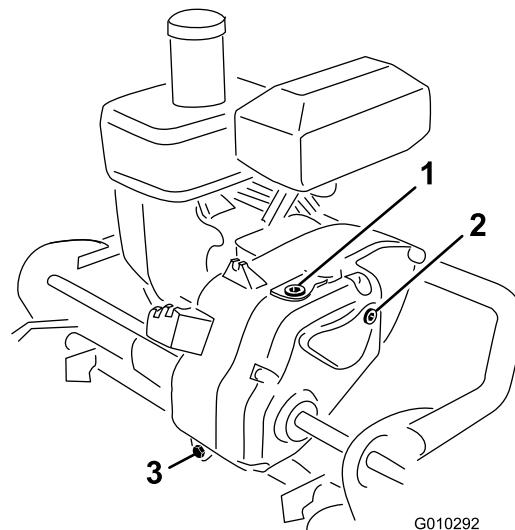

図 28
2. トランスミッション右側にある点検プラグ(図 28)を抜き取る。穴の位置までオイルがあればよい。不足であればトランスミッションの上部にある補給プラグを外し、点検穴の位置まで適切なオイルを補給する。
2. トランスミッション後部にあるドレン・プラグ(図 28)を抜いてオイルを抜く。
3. ハンドルを押さえて機体を後ろにそらす。トランスミッションから補給プラグと点検プラグ(図 28)を外す。